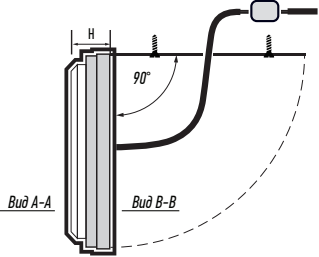

Рис. 3 Установка светильника PBH-PC9
- 8.3 Подключить к сети, соединив сетевые провода с соответствующими выводами Изделия (рис.3).